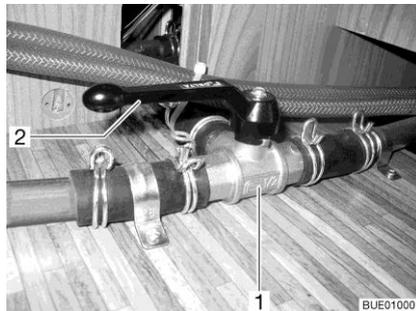

Fig. 216 Válvula de 3 vías
- Poner la palanca (Fig. 216,2) de la válvula de 3 vías (Fig. 216,1) en posición paralela al sentido de flujo recto (Fig. 216).
- Poner la palanca (Fig. 216,2) de la válvula de 3 vías (Fig. 216,1) en posición transversal al sentido de flujo recto.